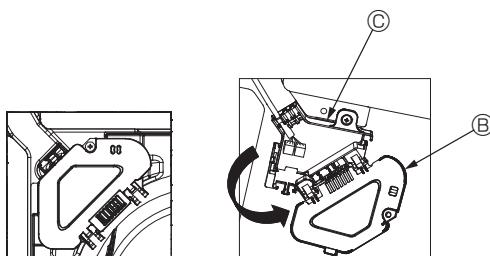

Fig. 7-5
- ③ Retire el tornillo que sujetaba la cubierta de la caja de conexión, y luego abra la cubierta. (Fig. 7-5)
- ④ Coloque el conector del cable de enlace en la caja de conexión.
- ⑤ Instale la cubierta de alambre y la cubierta de la caja de conexión.